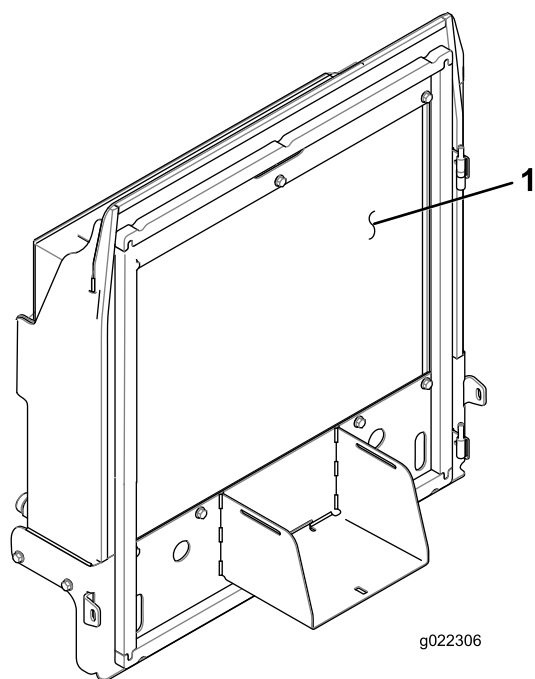

Figura 83
4. Limpie a fondo ambos lados del radiador y del enfriador de aceite (Figura 83) con aire comprimido.